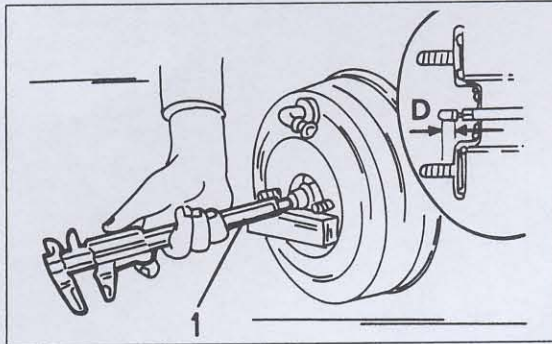

Bild 314
- Zur nächsten Messung wieder das vorher verwendete Stahlstück benutzen und das Mass von der Montagefläche für den Hauptbremszylinder am Bremskraftverstärker bis zum Ende der Stösselstange ausmessen, wie es in Bild 314 gezeigt ist. Die Stärke des Stahlstücks muss wieder vom erhaltenen Mass abgezogen werden. Das Mass als Mass "D" aufschreiben.